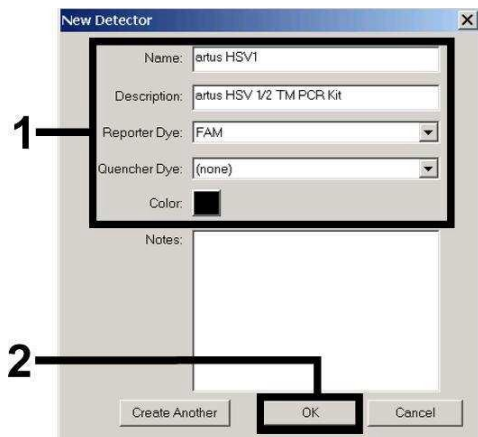
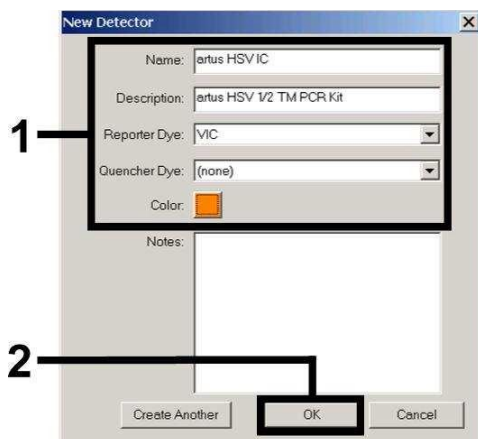
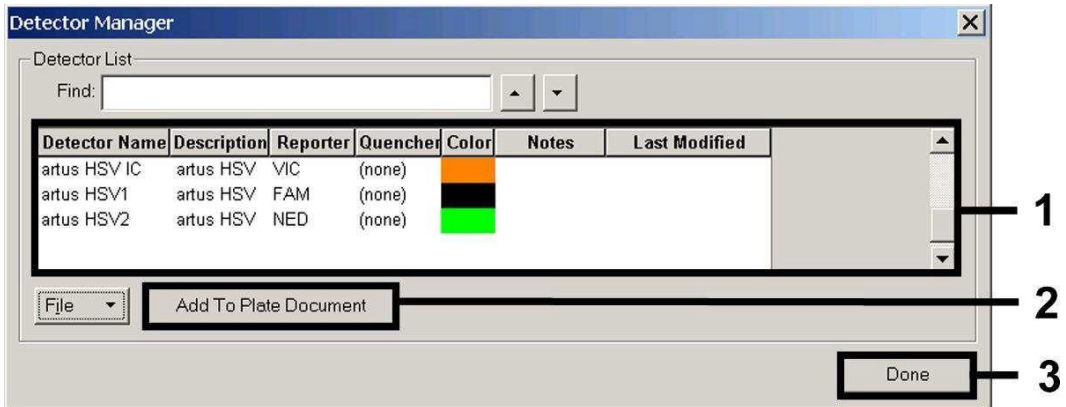

Abb. 4: Erstellung des HSV-1-spezifischen Detektors (*Detector Manager*).
Abb. 6: Erstellung des IC-spezifischen Detektors (*Detector Manager*) bei HSV-1/HSV-2.
Abb. 7: Auswahl der Detektoren (*Detector Manager*).
In dem nun erscheinenden Fenster definieren Sie (entsprechend Abb. 4 - Abb. 6) zum Nachweis von HSV-1-DNA bzw. HSV-2-DNA die Reporter/Quencher-Kombination **FAM/none** bzw. **NED/none**, zum Nachweis der *Internen Kontrolle* wählen Sie die Kombination **VIC/none** aus. Durch die Bestätigung der Eingaben (OK) kehren Sie zurück zum *Detector Manager*. Markieren Sie die soeben erstellten Detektoren und transferieren Sie jede Auswahl durch Anklicken der Option *Add to Plate Document* zum *Well Inspector* (siehe Abb. 7). Schließen Sie das Fenster (*Done*).